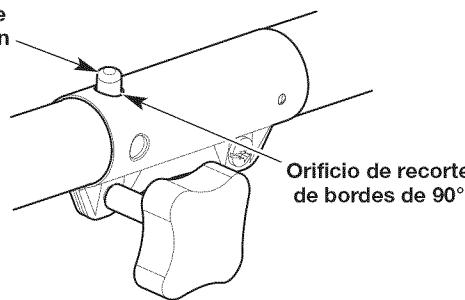

Fig. 13
3. Rote el accesorio hasta que el botón de liberación entre a presión firmemente dentro del orificio de rebordes de 90° (Fig. 13).